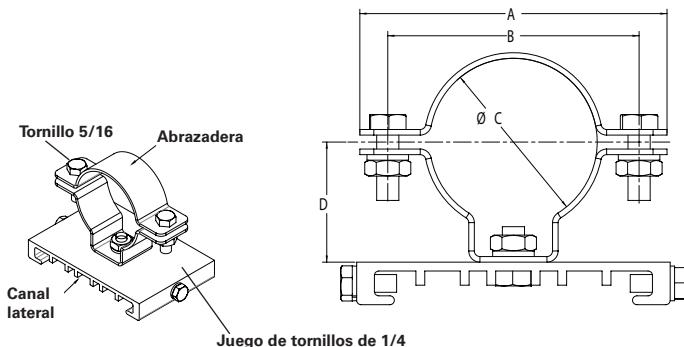

Figura 7. PM KIT – de detalles del montaje del poste
- Comprobar antes de la instalación que el diámetro de fijación de la abrazadera (ver la Figura 7) sea compatible con el diámetro del poste. Las abrazaderas están disponibles en los siguientes tamaños 1.65" (42 mm), 2.00" (51 mm) y 2.36" (60mm).
- Deslizar los dos (2) soportes del montaje del poste sobre el dispositivo, engranando la brida en la parte superior del dispositivo.
- Ajuste los dos (2) tornillos de 1/4" y fíjelos en cada soporte deslizable hasta que lleguen al fondo (ver la Figura 7). Torsión para 78 pulgadas-libras (8,8 N-m).
- Retirar los dos (2) tornillos de 5/16", arandelas de presión y tuercas de cada abrazadera y retirar las mitades superiores de la abrazadera.
- Instalar las dos (2) mitades superiores de la abrazadera, tornillos de 5/16", arandelas de presión y tuercas de cada abrazadera.